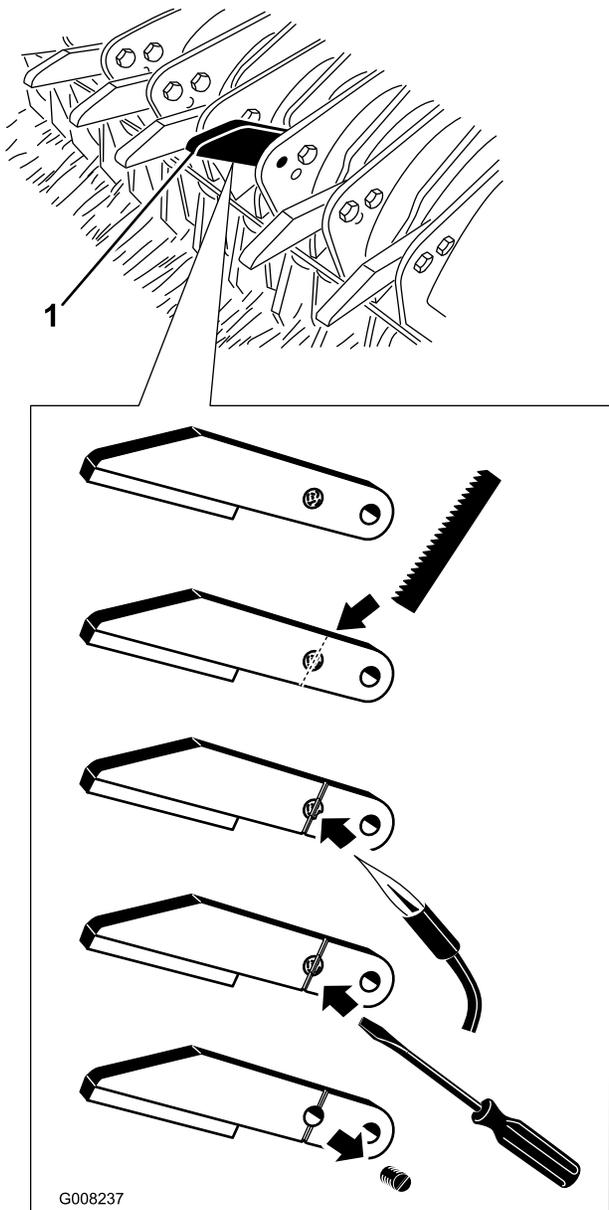

図 38
1. チョッパー・チップをブレードに固定している、折れていない方のボルトを外す（図 38）。チョッパー・チップをブレードから外す。
- 金ノコを使って、折れたボルトの端に、チョッパー・チップごと切り込みを入れる (図 38)。この切り込みは、マイナスドライバの刃先が入るようにしっかりと作ること。
- 切り込みができたら、折れたボルトをトーチで熱して、ついているロクタイトを柔らかくする (図 38)。
- ロクタイトが柔らかくなったら、ドライバでボルトを抜き取る (図 38)。